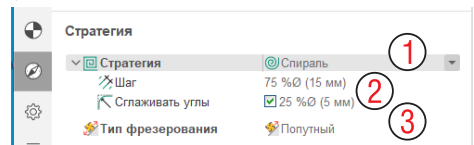

Рис. 2-15. Параметры стратегии операции Обработка торцевов.
Стратегия резания здесь по умолчанию Спираль (1 на рис. 2-15), включено сглаживание углов (2). А также тип фрезерования установлен в значение Попутное (3).